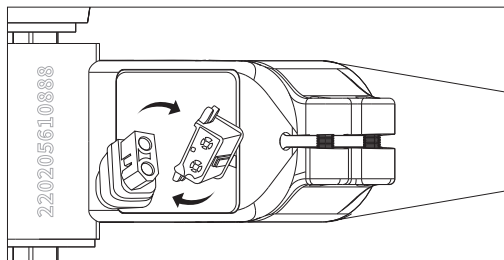

Figura 7-2
- Collegare il cavo tra la batteria e il controller, come mostrato nella **Figura 7-2**.